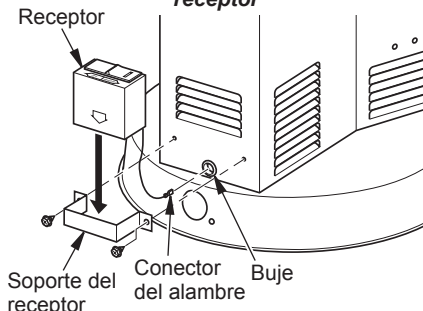

Figura 6. Instalación del receptor remoto
3. Inserte el alambre y su conector a través del buje en la parte posterior del calentador (consulte la figura 6).
5. Fije el soporte alrededor del receptor con los tornillos como se muestra en la figura 6.